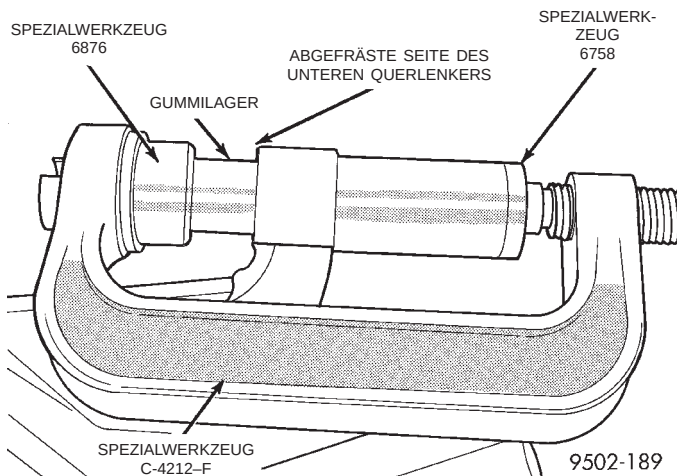

Abb. 100 Vorderes Gummilager in unteren Querlenker einbauen
(1) Einbauwerkzeug, Spezialwerkzeug 6876 auf der Schraube des Ausbauwerkzeugs C-4212-F montieren (Abb. 100).
(2) Das vordere Gummilager des Querlenkers **von Hand einsetzen und sicherstellen, daß es nicht in der Bohrung verkantet**. Das Gummilager muß von der Seite in den Querlenker eingesetzt werden, an der sich die abgefräste Seite der Bohrung befindet.
(3) Unteren Querlenker an den für den Einbau des Gummilagereinsatzes zusammengesetzten Spezialwerkzeugen montieren (Abb. 100). Sicherstellen, daß der Querlenker rechtwinklig am Spezialwerkzeug 6758 anliegt und daß Spezialwerkzeug 6876 richtig am Gummilager sitzt.